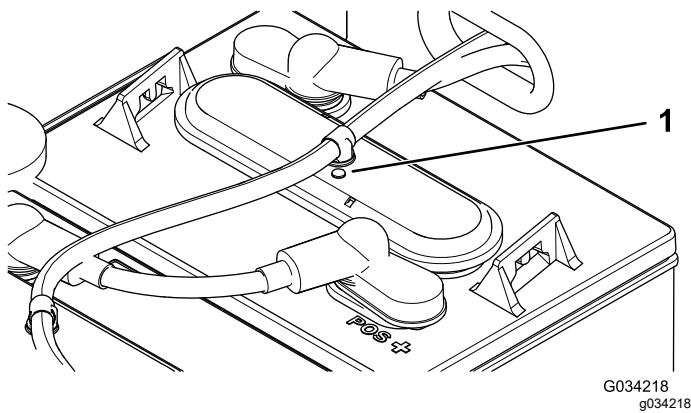

Bild 40
3. Prüfen Sie die Augen an jeder Batterie, ob sie schwarz oder weiß sind (Bild 40).